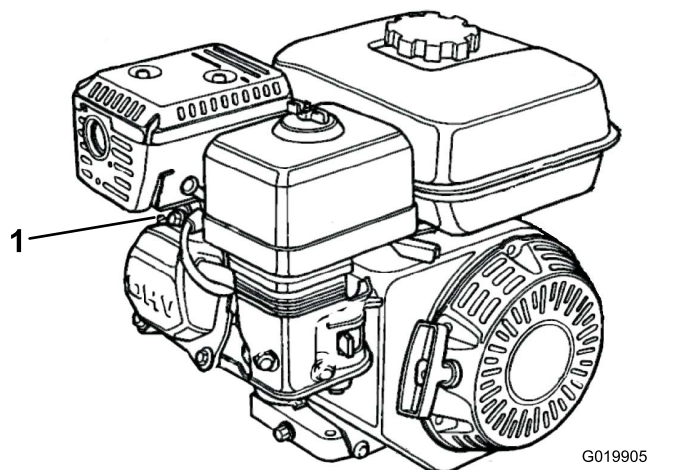

Bild 32
1. Ziehen Sie den Zündkerzenstecker von der Zündkerze ab (Bild 32).